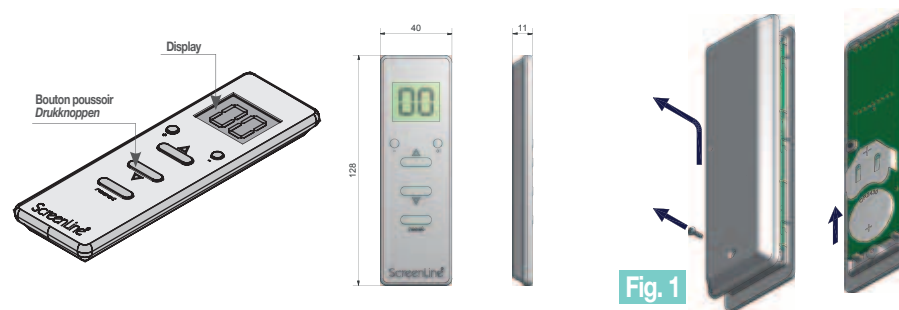

Fig. 1
Pour remplacer la batterie de la télécommande radio, ouvrir le capot arrière, enlever la batterie usée et mettre la nouvelle (CR2430 3V Lithium), Fig. 1.
*Om de batterij te kunnen verwisselen, open de achterkant, verwijder de oude batterij en plaats een nieuwe (CR2430 3V Lithium) batterij zoals te zien in Fig. 1.*